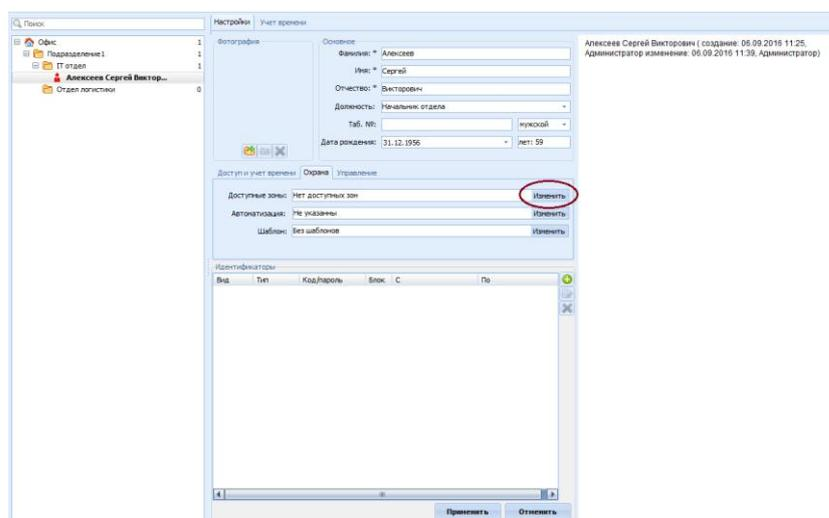

Рис. 30 Выбор доступных для управления зон
- перейти на вкладку **Охрана** и нажать кнопку **Изменить** в поле **Доступные зоны** (Рис. 30)